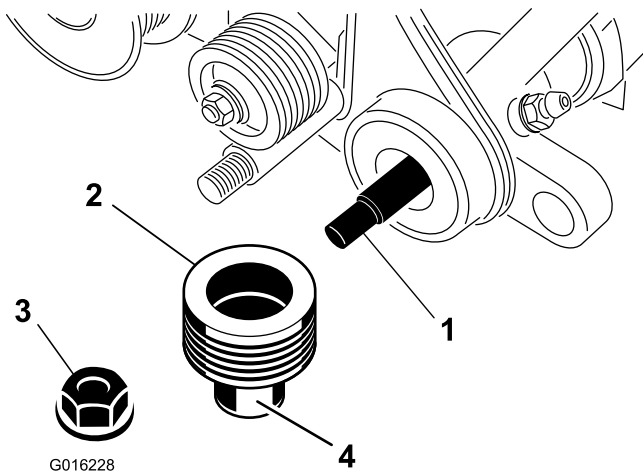

Bild 9
17. Fetten Sie die Dichtungsoberfläche der Antriebsriemenscheibe ein, wie in Bild 9 abgebildet.
18. Schieben Sie die Riemenscheibe auf die Groomerwelle (Bild 9).
19. Befestigen Sie die Riemenscheibe mit einer Sicherungsbundmutter an der Welle und ziehen sie mit 23-28 N·m an (Bild 9).
20. Fetten Sie die Dichtung in der linken Stützplatte und das Ende der Groomerwelle ein (Bild 9).